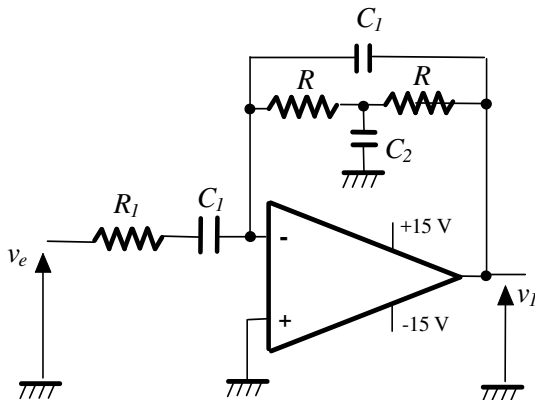

Figure 2 :
1) Montrer que, pour $R_1 = \frac{R}{2} \cdot \frac{C_2}{C_1}$, la fonction de transfert du montage de la figure 2 se met sous la